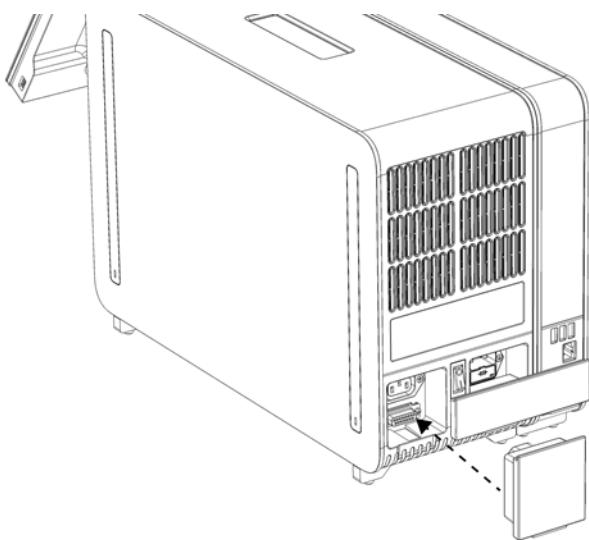

Abbildung 9. Anschließen des Abschlussstücks.
6. Schließen Sie das Abschlussstück an der Rückseite des Analysemoduls an (Abbildung 9).